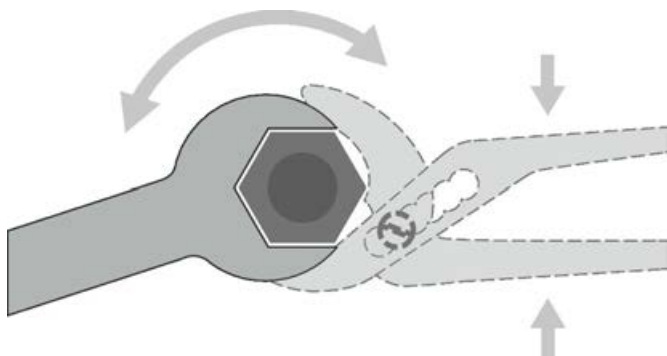

Abb. 33: Mit Rohrzanze gegenhalten
- 1 ▶ Den Gewindeanschluss des Wärmeübertragers mit einer Rohrzanze (Abb. 33 /2) fixieren.
- 2 ▶ Den Wärmeübertrager unter permanentem Gegenhalten des Gewindeanschlusses mit einem Sechskantschlüssel (Abb. 33 /1) an den bauseitigen Anschluss anschließen.